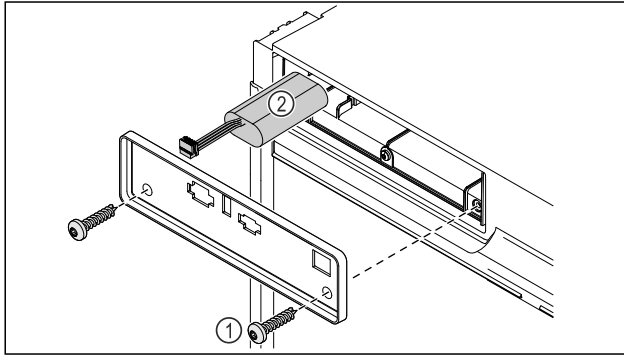

Fig. 228
- Irrota ruuvit ja poista kansi laitteen taustapuolelta Fig. 228 (1).
- Irrota paristo liittimistään ja poista paristo Fig. 228 (2).